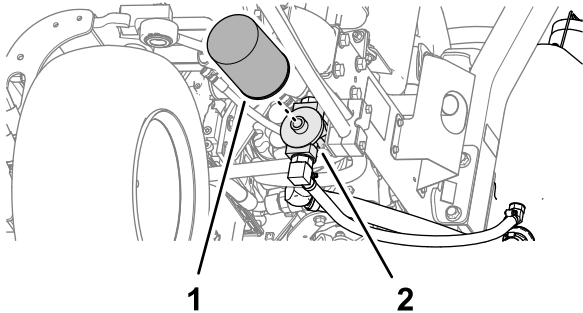

Bild 91
2. Reinigen Sie den Anbaubereich des Filters. Stellen Sie ein Auffangwanne unter den Filter (Bild 91) und entfernen den Filter.